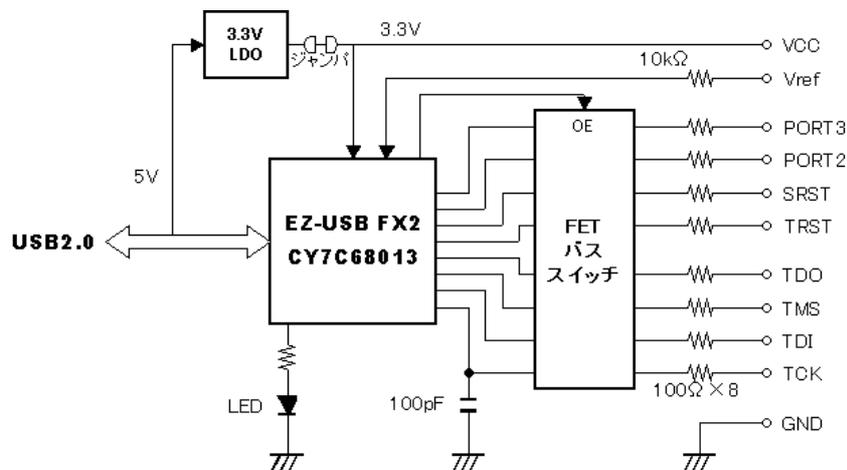

図 9 *SmartJTAG* の概略構成
*SmartJTAG* は出荷時にはバスパワーでご利用いただくようになっており、図 9 に示したように、VCC 端子からは 3.3V の電源が出力されます。バスパワーでご利用の際は、VCC 端子はオープンにしてご利用ください。